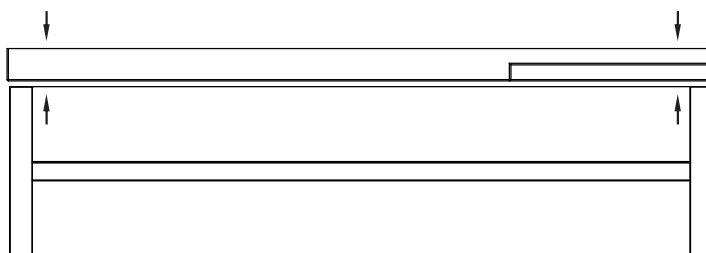
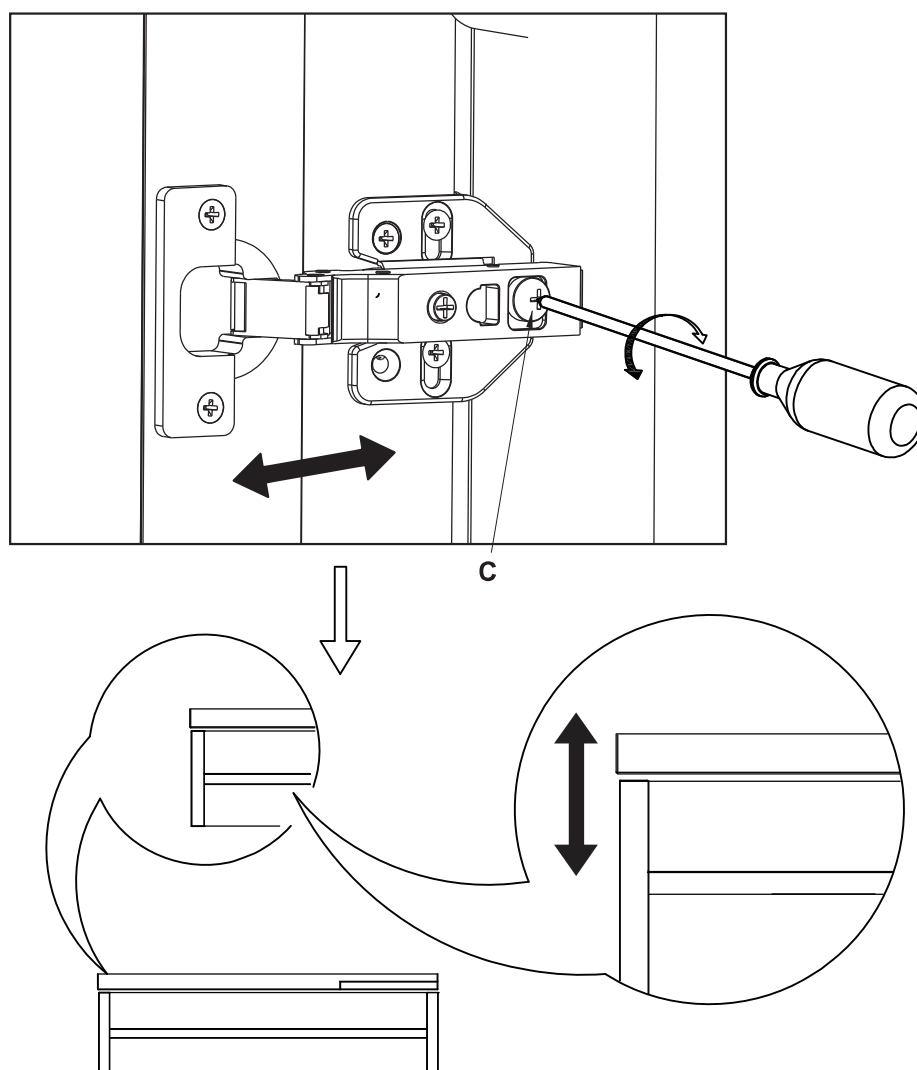

Fig. 8
Fig. 9
3.2 Om skåpdörren inte är i våg (Fig. 8), justera avståndet mellan dörren och skåpet genom att justera skruven (C) så att båda dörrarna är i våg (Fig. 9).